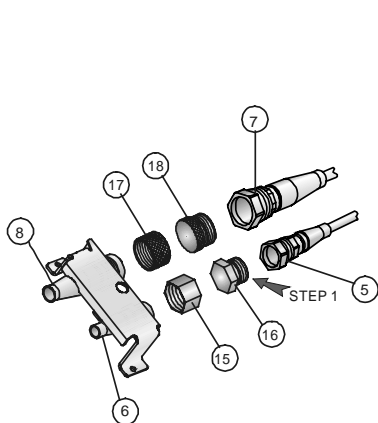

Figure 13
ETAPE 1. Retirez les prises de protection (16), (18) et les couvercles (15), (17) de leurs branchements respectifs (voir Figure 13).